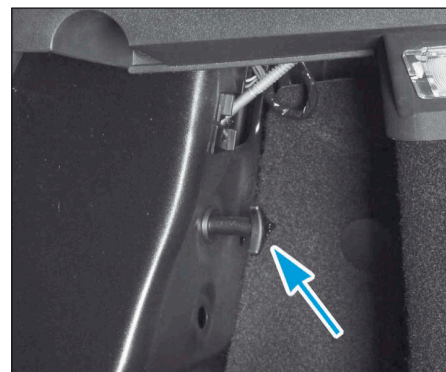

FIG.53
- Déposer l'écrou (flèche) (Fig.53).